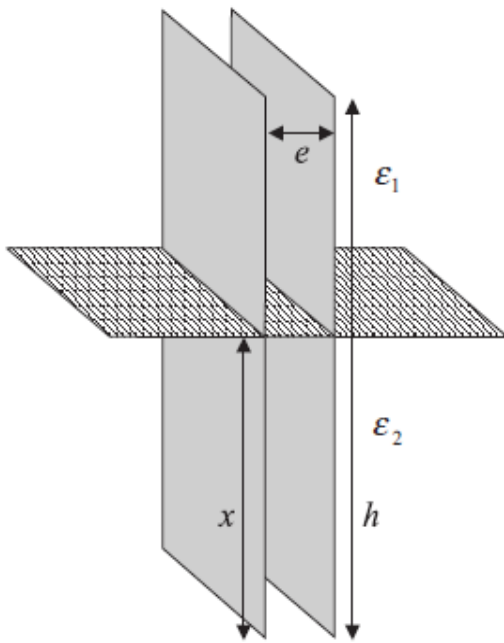

Figure1 : Schéma de principe du capteur
On désire réaliser un capteur de niveau pour une cuve d'huile. Soit le condensateur plan schématisé sur la **figure1**; dont les armatures sont de surface S et de hauteur h . Le condensateur est initialement dans l'air (permittivité ϵ_1). Un liquide, de l'huile de permittivité ϵ_2 , monte jusqu'à une hauteur x mesurée à partir du bas des armatures; soit $C(x)$ la capacité correspondante du condensateur.
4. Calculer numériquement la bande passante du système de mesure de la figure1 sachant que $k=10^8\text{N/m}$, $M=50\text{g}$, $C_R=200\text{pF}$ et $R_R=109\Omega$.